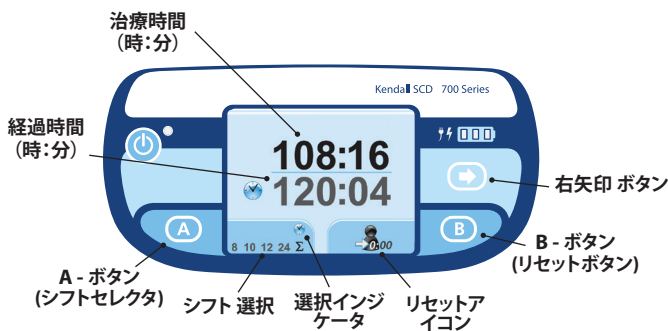

図4 - コンプライアンス画面
- 右矢印ボタンを押してコンプライアンス メータにアクセスします。図4のような画面が表示されます。もう一度右矢印ボタンを押すと、通常作動モードに戻ります。コンプライアンス メータにアクセスしても、それ以上操作を行わなかった場合は、30秒後に画面が通常作動モードに戻ります。